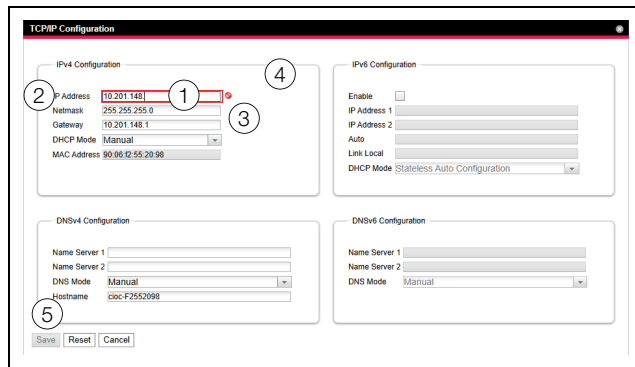

Abb. 97: Anzeige einer fehlerhaften Eingabe
- Hinter dem fehlerhaften Eintrag (Abb. 97, Pos. 2) im Feld **Netmask** (Abb. 97, Pos. 1) erscheint ein rotes „Verbotssymbol“ (Abb. 97, Pos. 3).
- Wenn Sie den Mauszeiger über das Verbotssymbol setzen, erscheint ein Hinweis mit Zusatzinformationen zum Fehler (Abb. 97, Pos. 4).
- Die Schaltfläche **Save** ist deaktiviert (Abb. 97, Pos. 5), so dass die aktuell hinterlegten Werte so nicht abgespeichert werden können.